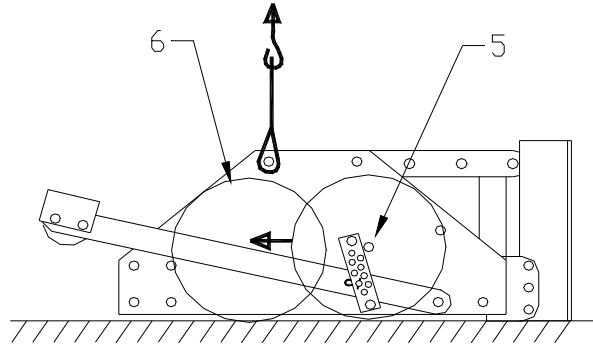

Fig. 2.
4. Leg de machine horizontaal op een vlakke ondergrond, zoals weergegeven in Fig.2.